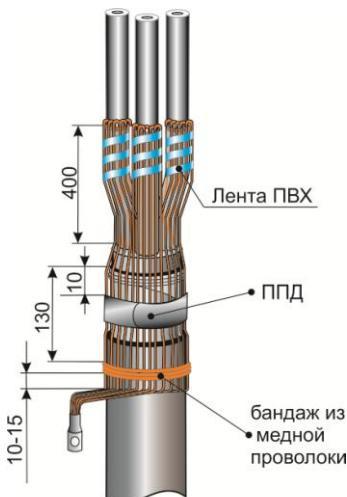

Рис.5
**5.** Удалить ленты, бандажирующие экран. Расплести проволоки и отогнуть до бандажа. Отогнутые проволоки уложить по каждой жиле и зафиксировать лентой ПВХ на длине 400мм от слоя межфазного заполнителя. Затем концы проволок уложить на оболочку и броню кабеля и зафиксировать бандажом из 3-4 витков медной проволоки на оболочке и пружиной постоянного давления на броне лентах кабеля. Расстояния указаны на Рис.5.